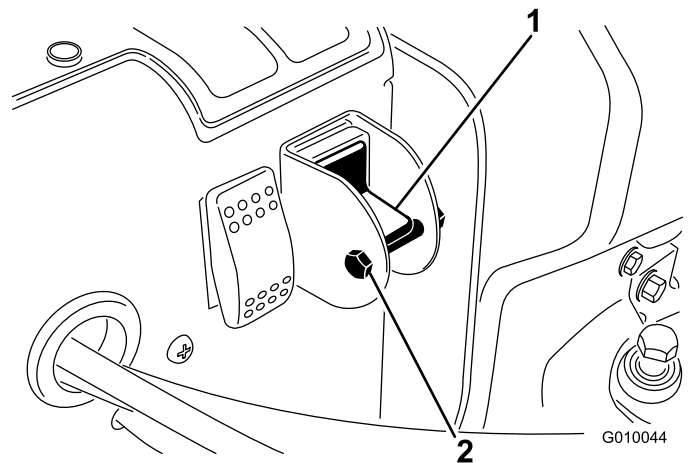

Figura 29
3. Togliete il bullone e il dado di bloccaggio dal selettore (Figura 29).